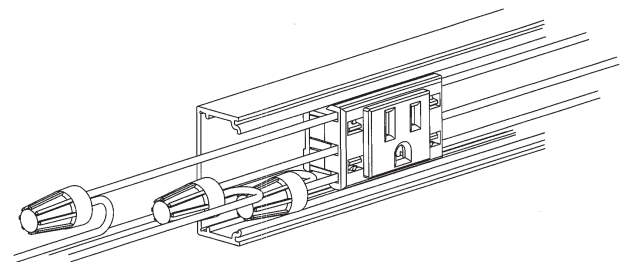

Fig. 10
- Instalar las secciones de la canaleta. Taladrar orificios de 7 mm en las bases. Fijar la base (A) a la pared con tornillos núm. 8 de cabeza plana de 8 mm. No fijar la base en una posición donde los tornillos pueden estar detrás de un tomacorriente.
5. Unit is supplied with (1) coupling (E) to connect multiple sections of aluminum PLUGTRAK®. See Fig. 10.
5. L'unité est livrée avec (1) raccord (E) pour joindre les divers sections des PLUGTRAKMD en aluminium. Consulter la Fig. 10.
5. La unidad se entrega con un (1) acople (E) para unir las diversas secciones de las PLUGTRAKMR de aluminio. Consultar la Fig. 10.